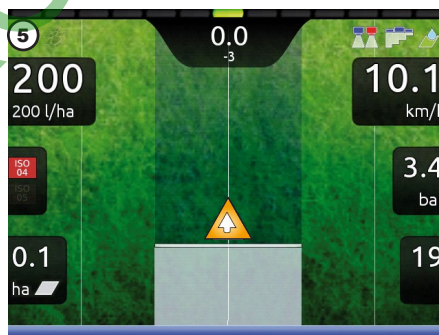

Fig. 316
- 5 Wykonać zabieg (Fig. 316).